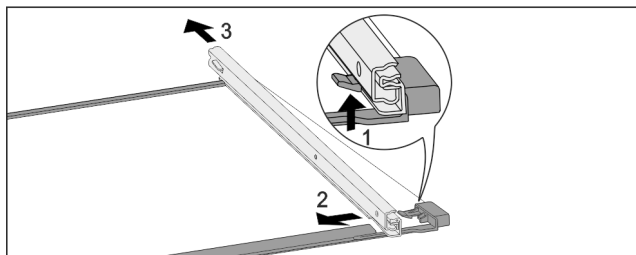

Fig. 202 Üveglap sínekkel
- Nyomja felfelé az elülső akasztókampót. Fig. 202 (1)
- Tolja ki oldalra Fig. 202 (2) és hátra Fig. 202 (3) a kihúzó-sínt.